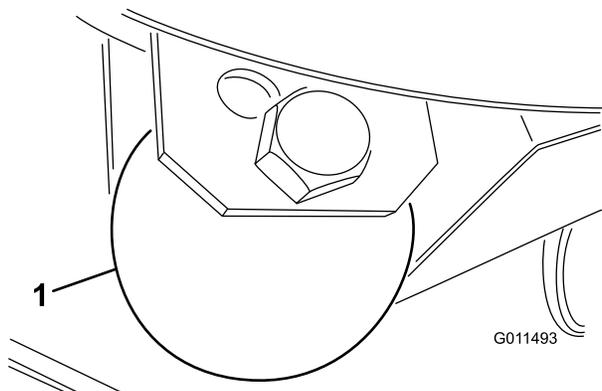

Рисунок 29
1. Снимите болт и гайку крепления копирующего колеса к кронштейнам режущего блока (Рисунок 29).